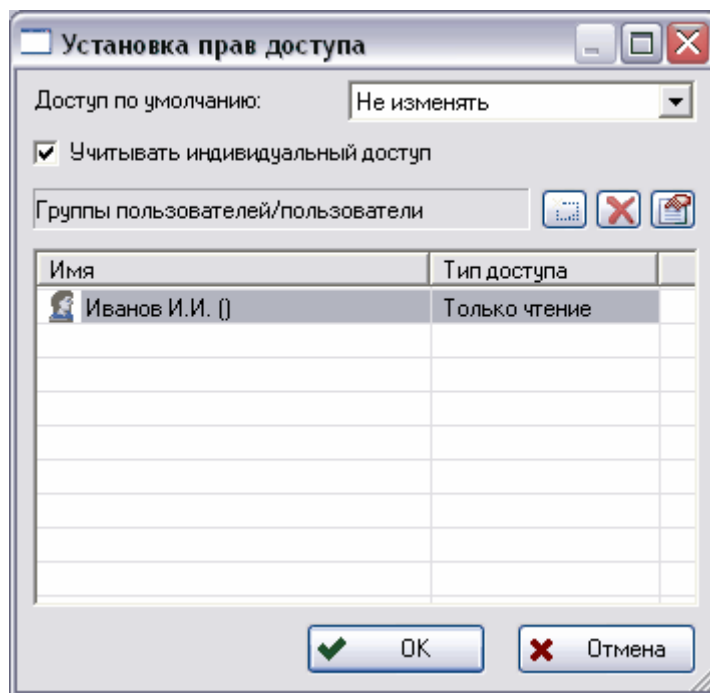

Рис. 26
4. Нажмите на кнопку **Добавить**. После этого сотрудник или группа появится в списке (Рис. 26).